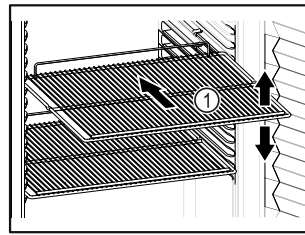

Fig. 39 Reprezentare exemplificativă
- Dacă grătarele tip poliță Fig. 39 (1) pot fi mutate, adaptați-le în funcție de înălțime.